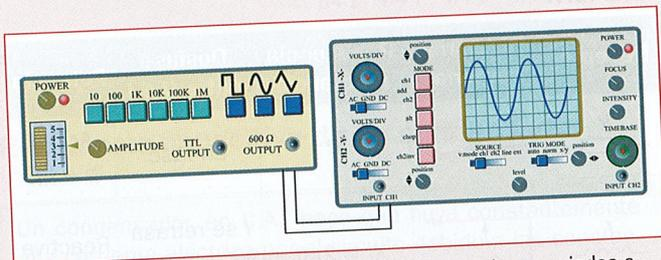

Figura 12.27. Osciloscopio midiendo las magnitudes asociadas a tensiones senoidales proporcionadas por un generador de funciones.
12.1. Medida de una tensión senoidal con el osciloscopio. Consigue un generador de funciones (instrumento muy utilizado en electrónica que sirve para producir tensiones variables a diferentes frecuencias) y, a modo de ejercicio práctico, comprueba con un osciloscopio los valores de las magnitudes asociadas a las tensiones senoidales de diferentes frecuencias (Figura 12.27).